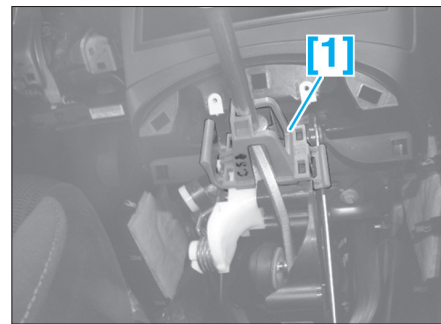

FIG. 14
- [1]. Outil de verrouillage du levier de commande de vitesses (réf : 0317-AW.) (Fig.14).
- Agrafer l'outil [1] sur le support de commande des vitesses (Fig.14).